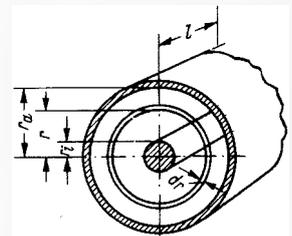

Bild 6. Zur Berechnung der dielektrischen Verluste einer koaxialen Leitung
Wie ändern sich die Verhältnisse aber, wenn man statt Luft als Isoliermaterial ein anderes Dielektrikum mit der relativen Dielektrizitätskonstanten ϵ_r benutzt? Hierzu betrachten wir nochmals die durch Formel (12) beschriebenen Verluste im Dielektrikum näher. Diese Verluste können bei einer bestimmten Frequenz durch die Angabe eines spezifischen Leitwertes κ_D beschrieben werden. Damit läßt sich der Querwiderstand eines Stückes Koaxialleitung der Länge l mit den Bezeichnungen von Bild 6 angeben: